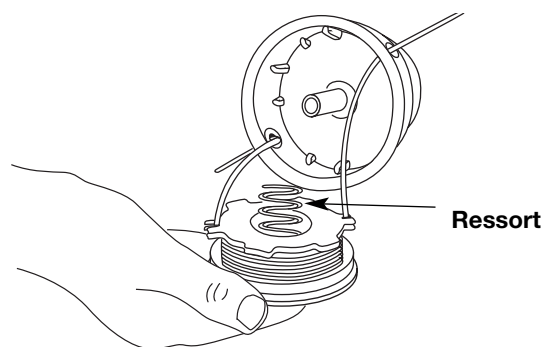

Fig. 23
13. Insérez les extrémités du fil dans les œillets de la bobine extérieure et placez le moulinet et le ressort dans la bobine (Fig. 23). Enfoncez le moulinet et la bobine ensemble. Tout en tenant le moulinet et la bobine, saisissez les extrémités et tirez fermement pour dégager le fil des fentes de retenue de la bobine.
5. Insérez les extrémités du fil dans les œillets de la bobine extérieure (Fig. 23).